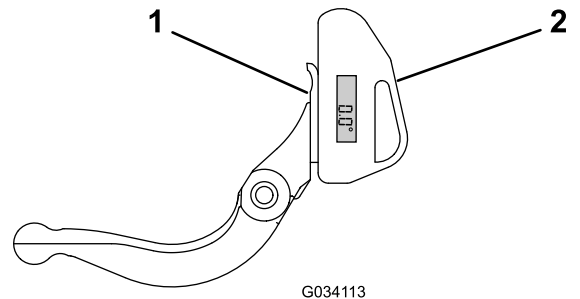

図 19
1. 図 19に示すように、ベッドナイフの底部に傾斜計をセットする。